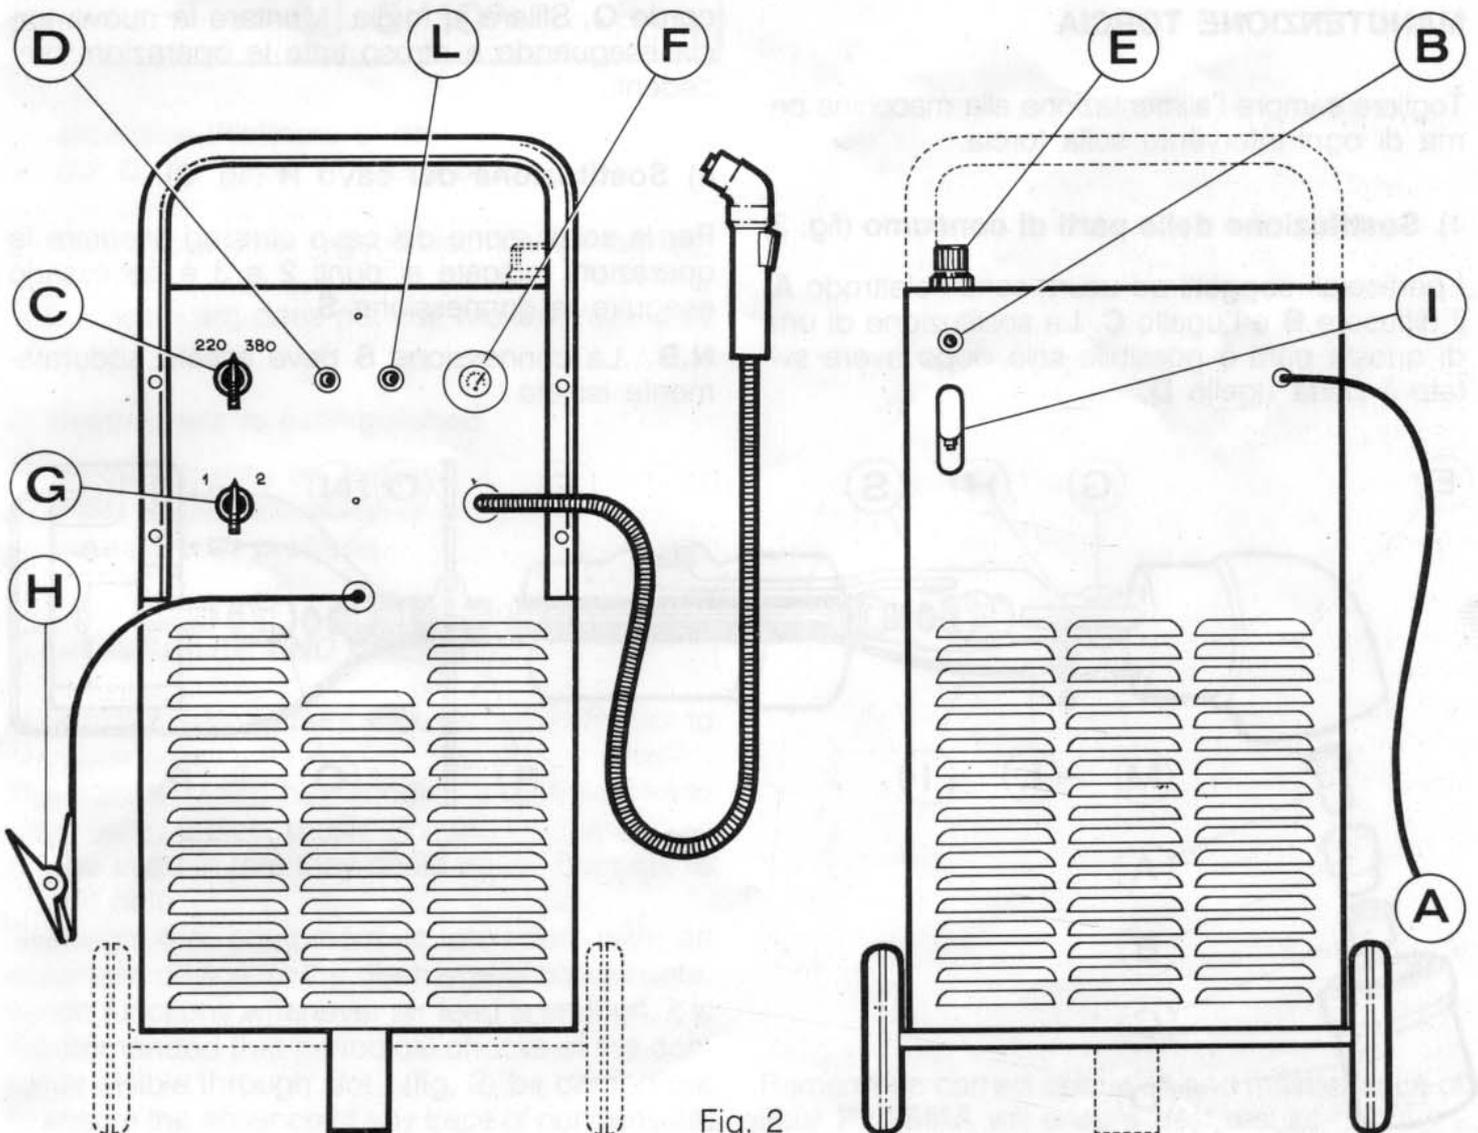

Fig. 2
**Pneumatica:** posta sulla alimentazione della torcia per evitare che la pressione dell'aria sia insufficiente e visualizzata dalla accensione della lampada L (fig. 2).
- Manopola **G** fig. 2 su **1** e non su **2**.
Anche se la macchina è provvista di un dispositivo automatico per lo scarico della condensa, che entra in funzione ogni volta che si chiude l'alimentazione dell'aria, è buona norma, periodicamente, controllare che nella vaschetta visibile dall'asola **I** fig. 2 non vi siano tracce di condensa.